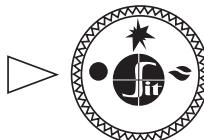

Рис. 7
- 7.2. В исходном (выключенном) положении ручек управления находятся в положении «ТОЧК» (рис. 7). Пилотный я и основные горелки погашены (подача газа к ним заблокирована).
- 7.5. **Выключение** производится путем поворота ручки в положение «ТОЧК» (рис. 7). При этом пилотный я и основные горелки (если горят) погашаются.